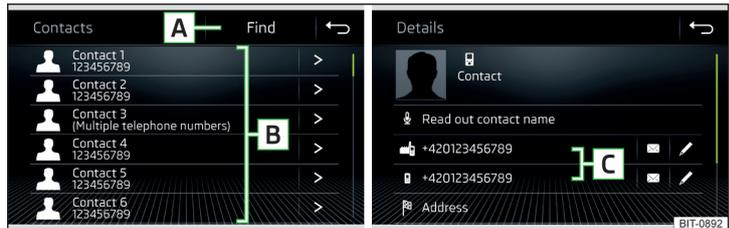

Abb. 210 Liste der Telefonkontakte / Kontaktdetails
- › Im Hauptmenü *Telefon* die Funktionsfläche  antippen, es wird eine Liste der Telefonkontakte angezeigt » **Abb. 210**.